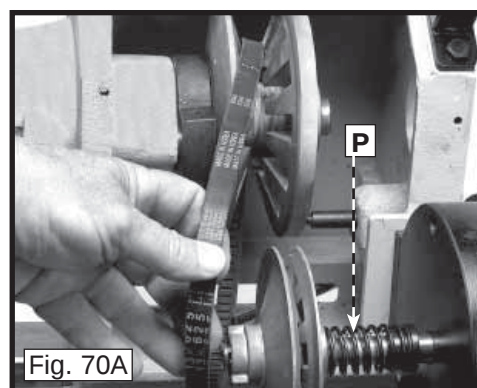

Fig. 70A
Appliquer une huile légère ou vaporiser du silicone sur la poulie (P), fig. 70A, occasionnellement. Une fois la semaine, appliquer de la cire à plancher en pâte sur la surface du banc de tour.